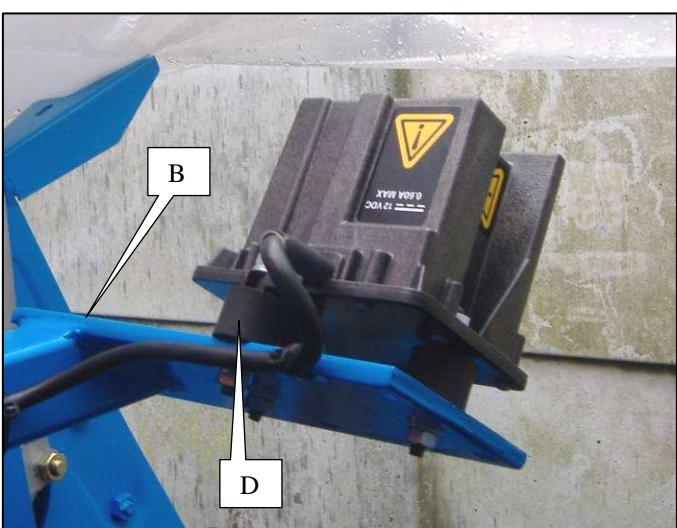

Fig. 3
-Fixer le radar sur son support à l'aide des 3 pièces de fixation caoutchoutées D (Fig.3).
-Secure the radar on its bracket using the 3 rubber securing parts D (Fig.3).